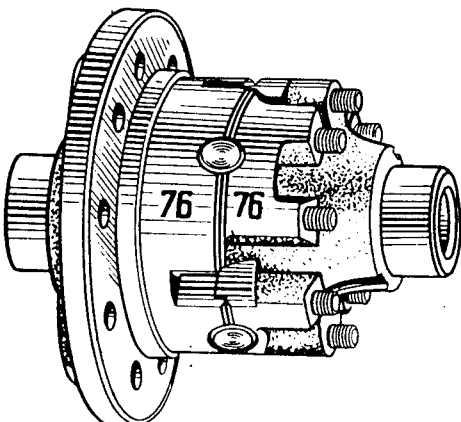

Bild 138. Einbau der Ausgleichgehäuse entsprechend den Nummern
6. Achswellenrad komplett mit Anlaufscheibe in das rechte Planetengehäuse einbauen. Unter Gegenhalten des Achswellenrades das rechte Planetengehäuse auf das linke derart setzen, daß die laufenden Nummern beider Gehäuse übereinstimmen (Bild 138).